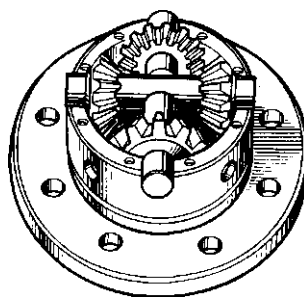

Рис. 9.6. Установка разъемной крестовины с сателлитами в левую коробку сателлитов
5. Установите разъемную крестовину (рис. 9.6) с сателлитами в левую коробку сателлитов.